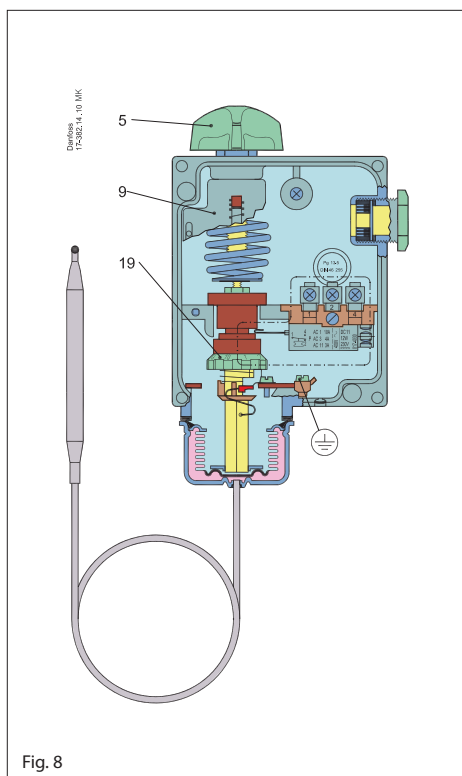

Fig. 8
2. Thermostat mittels Einstellknopf (5) auf 70 °C einstellen, (Abb. 8).
3. Differenzrolle (19) auf 3 einstellen, die sich aus der Ablesung des Nomogrammes für RT 101, Seite 5 ergibt.